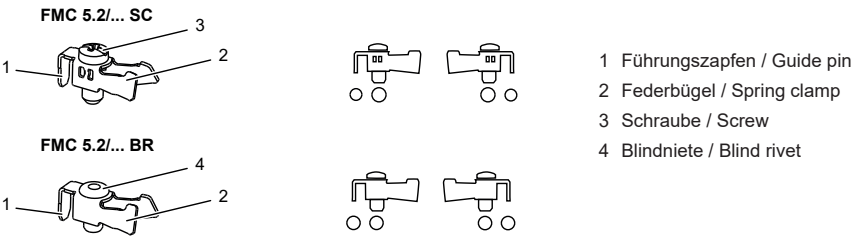

Abb. 2 / Fig. 2
- Platzieren Sie den Montageclip in den Bohrlöchern, siehe Abb. 2.
- Place the mounting clip in the drill holes, see Fig. 2.